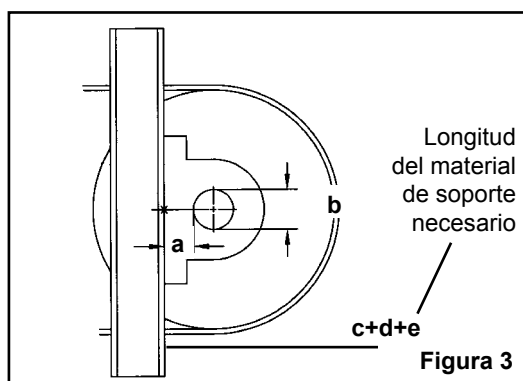

Figura 3
- Mida desde la parte trasera del eje de la polea a la estructura de soporte (Figura 3).